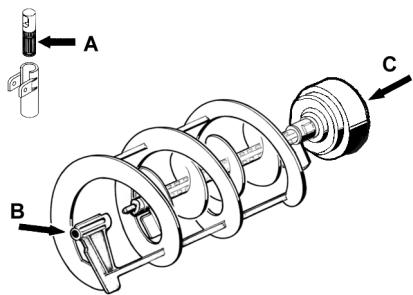

figure 10
- 2 Lubrifier le piston du robinet, le racloir intérieur et le racloir extérieur (aux points A, B et C indiqués en figure 10) en utilisant uniquement la graisse fournie par le fabricant ou d'autres **graisses à usage alimentaire**.